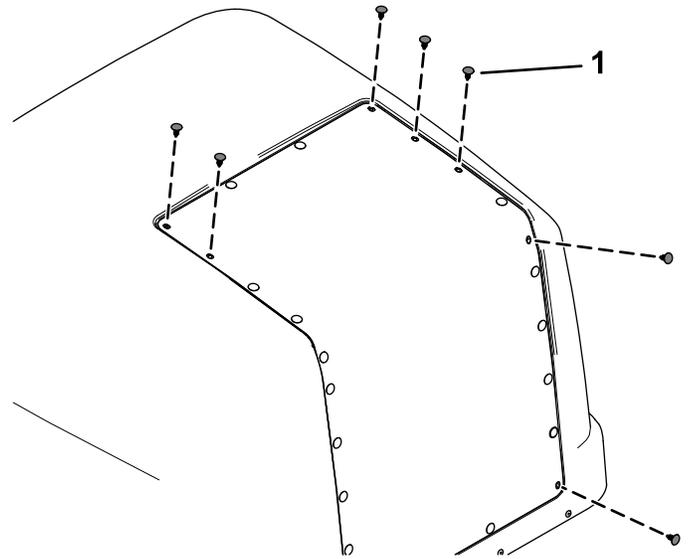

**Bild 27**
7. Befestigen Sie die Halterung der Geschwindigkeitsplatte mit fünf Schlossschrauben ( $\frac{1}{4}'' \times \frac{1}{2}''$ ) und fünf Sicherungsmuttern ( $\frac{1}{4}''$ ) an den Markierungshalterung, wie in Bild 27 abgebildet.